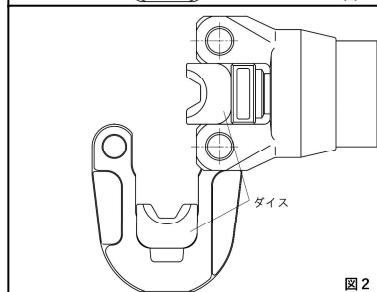

図2
4. 選定したダイスを圧縮用コマおよびヨークに装着します。 【図2】